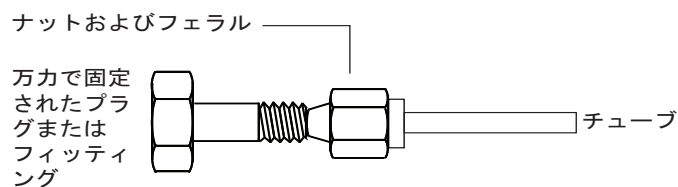

図 18 フィッティングの組み立て
- 3 配管をステンレス製のプラグに押し込みます（図 18）。